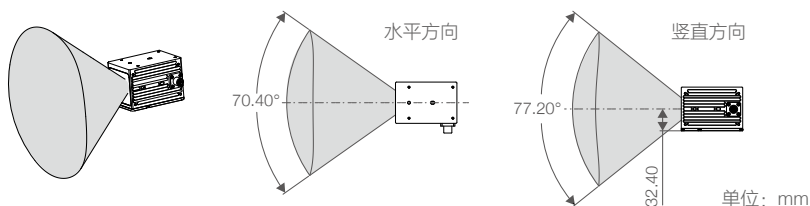

图 3.1.1 Livox Avia 有效 FOV 范围
3. 激光探测测距仪安装时不可遮挡其 FOV（如图 3.1.1 所示），即使是于窗口前安装透明玻璃也会对激光探测测距仪性能产生影响。